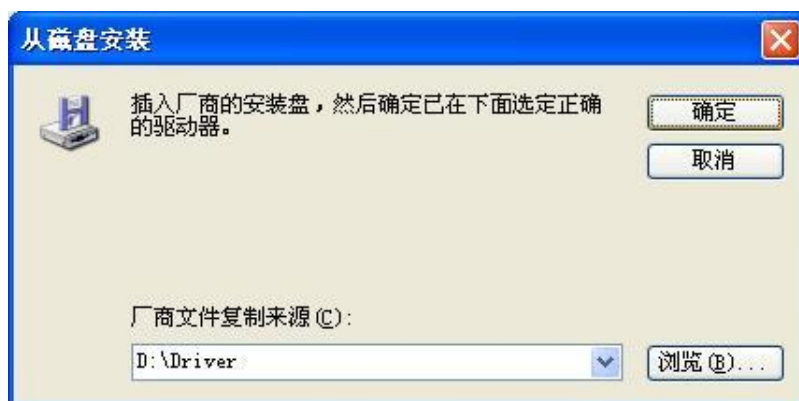

图 2-7 运动控制卡驱动程序安装界面 7
(7) 选择 GT800 后点击“打开 (O)”，此时如图 2-7 所示。